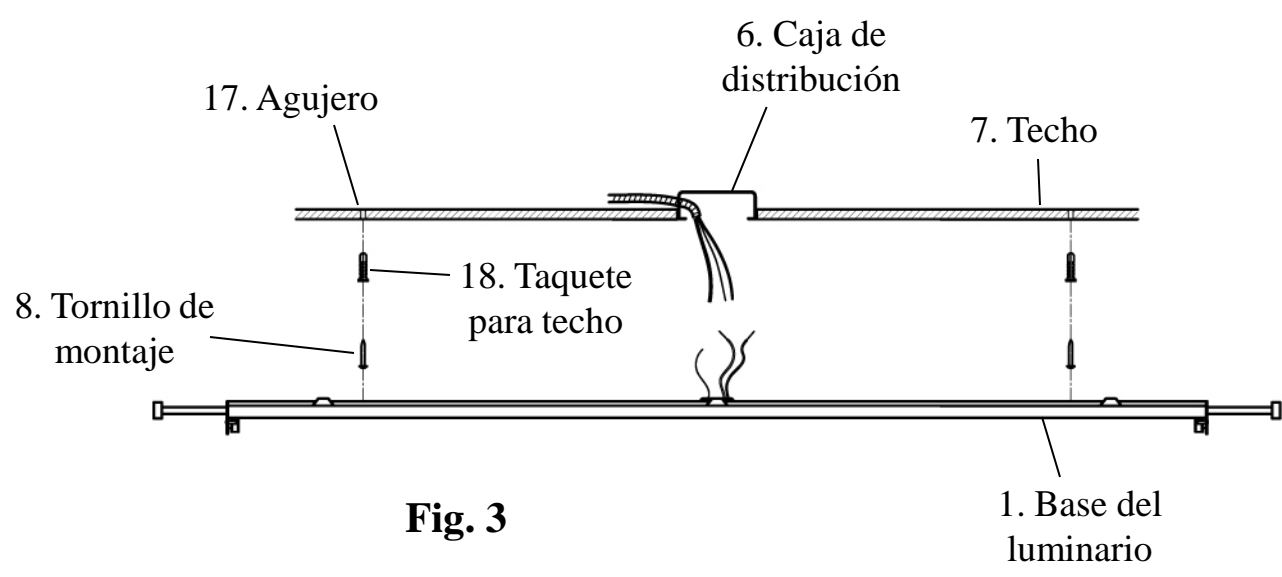

Fig. 3
2. Remove the Fixture Pan (#1) from the Ceiling (#7). Drill appropriately sized Holes (#17) at the marked keyhole locations. Insert the Ceiling Anchors (#18) into the Holes (#17). (**Fig. 3**)
3. Thread the Mounting Screws (#8) halfway into the Ceiling Anchors (#18). (**Fig. 3**)
2. Quite la base del luminario (#1) del techo (#7). Taladre agujeros del tamaño adecuado (#17) en los lugares marcados de los agujeros de bocallave. Inserte los taquetes para techo (#18) en los agujeros (#17) (**Fig. 3**).
3. Enrosque los tornillos de montaje (#8) a la mitad de los taquetes para techo (#18) (**Fig. 3**).
2. Retirez la plaque de montage (n° 1) du plafond (n° 7). Percez des trous (n° 17) de dimension adéquate au niveau des marques indiquant l'emplacement des encoches en trou de serrure. Insérez les ancrages de plafond (n° 18) dans les trous (n° 17). **(Fig. 3)**
3. Vissez les vis de montage (n° 8) jusqu'à moitié dans les ancrages de plafond (n° 18). **(Fig. 3)**